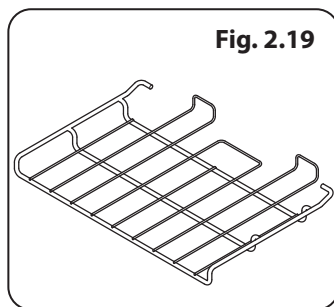

Fig. 2.19
- 1 drop shelf (**Fig. 2.19**)